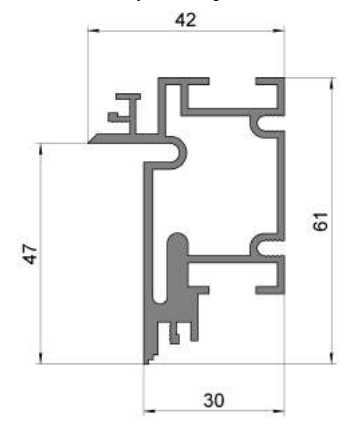

рис. 1.
**Сечение профиля (рис. 1.)** позволяет собирать из него конструкции высотой до 2500 мм. И удерживать вес полотна до 80 кг. На сегодняшний день фабрика предлагает максимально возможную высоту полотна 2300 мм, но наши специалисты работают над тем, чтобы в ближайшее время увеличить ее до 2500 мм